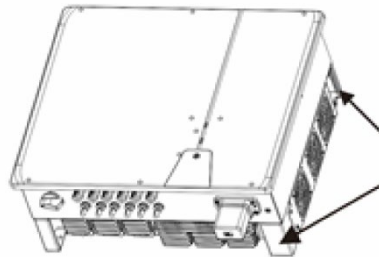

Fig. 3.2: Poziție de ridicare (partea dreaptă)
- 1 Ridicați aparatul de mânerle încastrate (a se vedea fig. 3.2). Respectați centrul de greutate al aparatului!